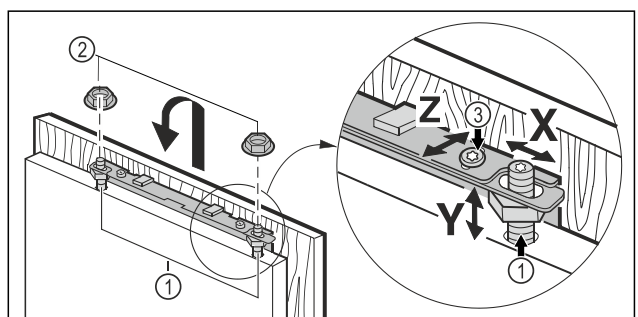

Fig. 21
- ▶ Прилаштуйте меблеві дверцята на регулювальні болти Fig. 21 (1) і вільно закрутіть на регулювальних болтах контргайки Fig. 21 (2).
- ▶ Вирівняйте меблеві дверцята по висоті Y та відрегулюйте боковий нахил: Налаштуйте регулювальні болти Fig. 21 (1) за допомогою викрутки.
- ▶ Затягніть контргайки Fig. 21 (3).